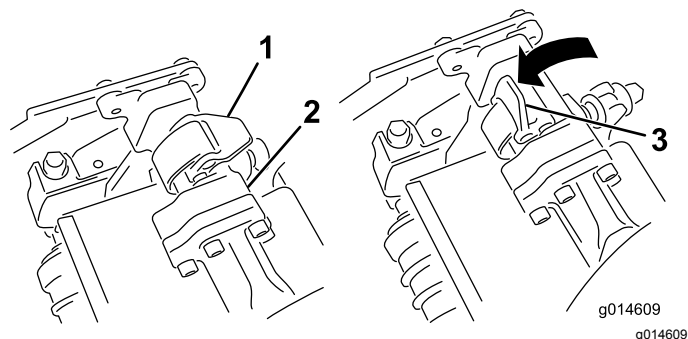
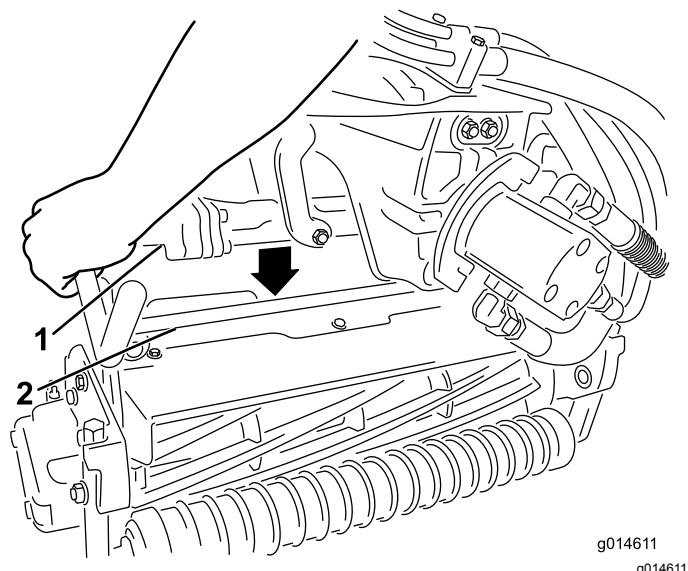

Figura 36
Figura 37
4. Com os fechos na barra do braço de suspensão a apontar para cima (i.e. abertos) (Figura 36), empurre o braço de suspensão para baixo de forma a que a barra passe pela barra através da parte superior da unidade de corte (Figura 37).
5. Feche os fechos para baixo e em redor da barra da unidade de corte e bloqueie-os no sítio (Figura 36).
5. Abra os fechos na barra do braço de suspensão da unidade de corte que está a remover (Figura 36).